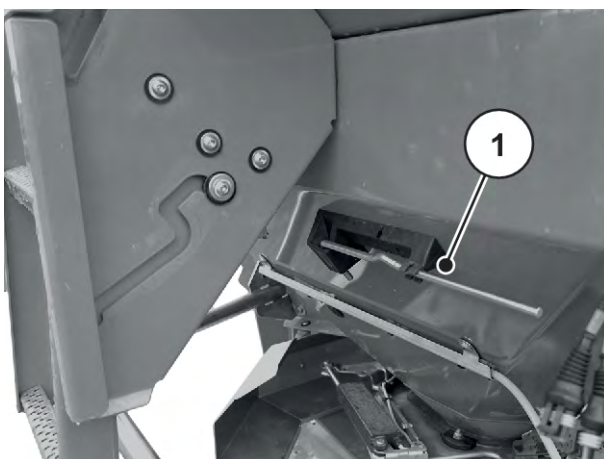

Fig. 26: Poziția manetei de reglare AXIS xx.2
- ▶ Plasați înapoi maneta de reglare pe suportul prevăzut. A se vedea Fig. 26 Poziția manetei de reglare AXIS xx.2